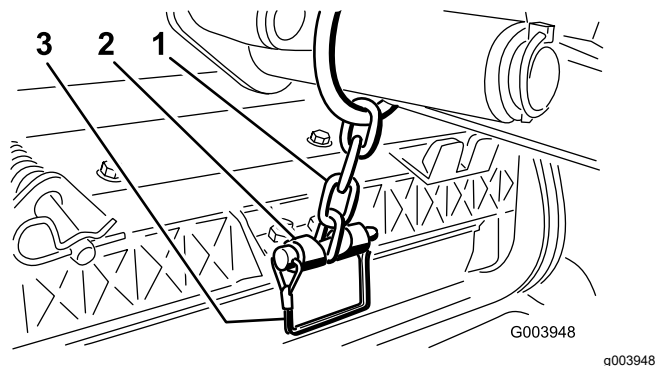

Figura 12
14. Fissate la catena del braccio di sollevamento alla staffa della catena, usando il perno di ritenuta (Figura 12).